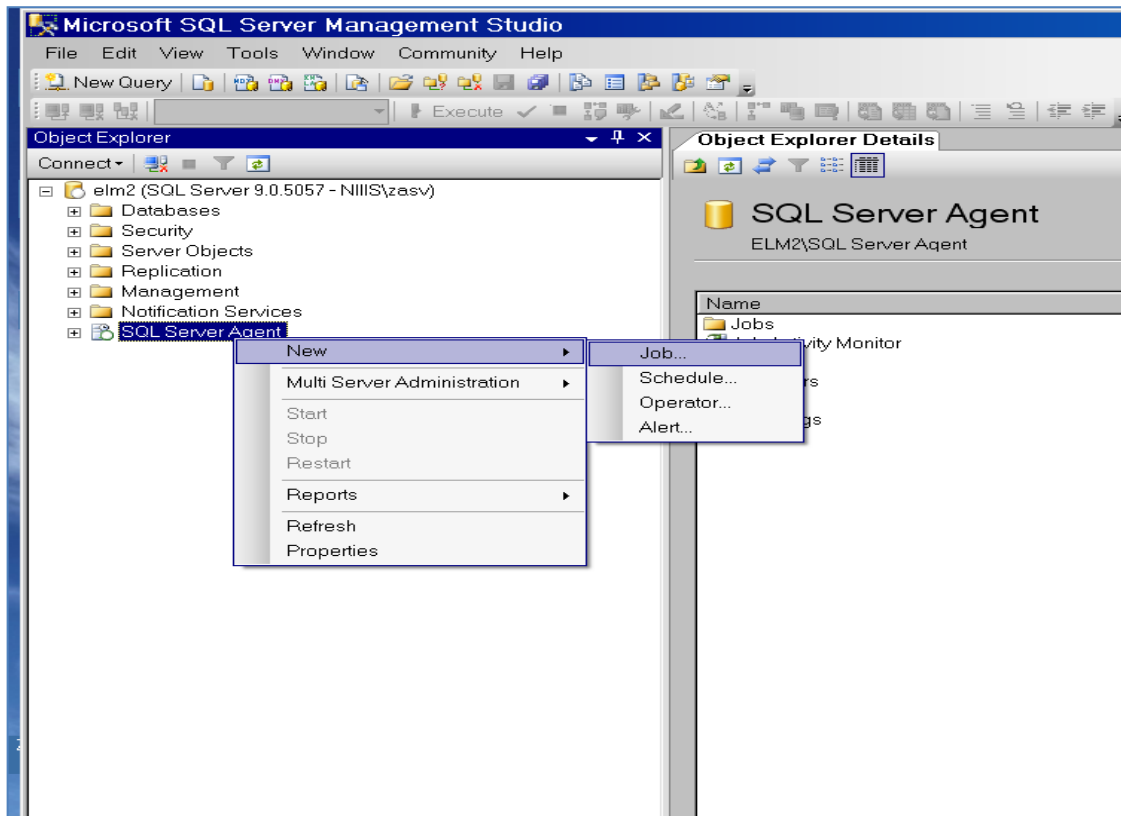

Рис. 2.
- выбрать «SQL Server Agent» и создать новое задание (рис. 2).
Нажать «Ок». Перейти на форму (см. рис. 2). Выбрать «Start» - задание в виде агента SQL запущено.